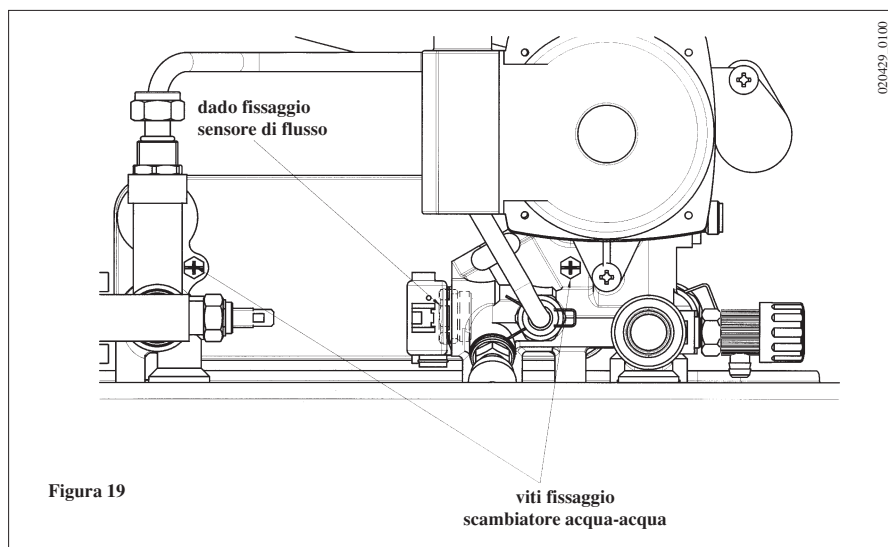

Figura 19
- togliere le due viti, visibili frontalmente, di fissaggio dello scambiatore acqua-acqua e sfilarlo dalla sua sede (figura 19).
- Svitare il dado presente sul gruppo sensore di flusso (figura 19).